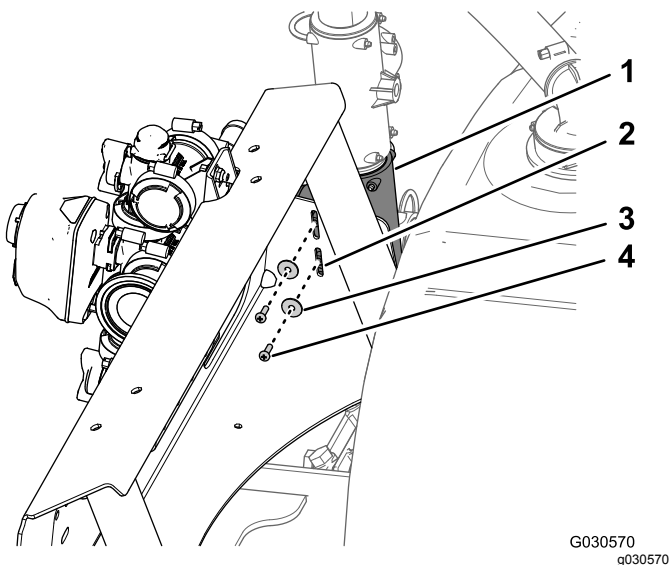

Bild 101
4. Fluchten Sie an der linken Seite der Verteilerbefestigung die Löcher im T-Anschlussstück mit den Schlitten in der Verteilerbefestigung aus (Bild 101).
5. Befestigen Sie das T-Anschlussstück mit den zwei Kopfschrauben (Nr. 10 x 5/8") und zwei Scheiben (Nr. 10), die Sie in Schritt 1 in 18 Entfernen der Verteilerbefestigung für das System mit drei Auslegerabschnitten (Seite 46) entfernt haben, an der Verteilerbefestigung (Bild 101).